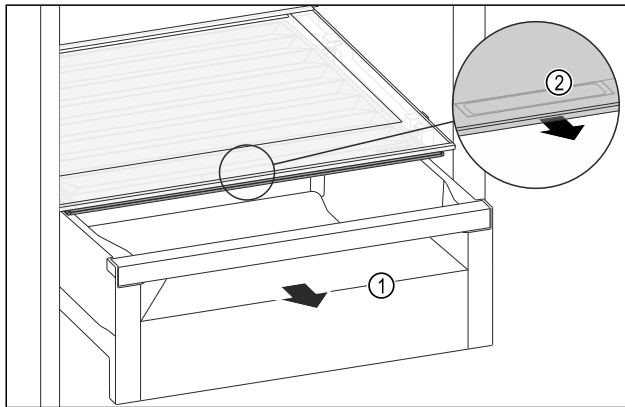

Fig. 135
- Schubfach Fig. 135 (1) herausziehen.
- Griffmulde Fig. 135 (2) am Fachdeckel anfassen und Fachdeckel gleichzeitig nach vorne ziehen.